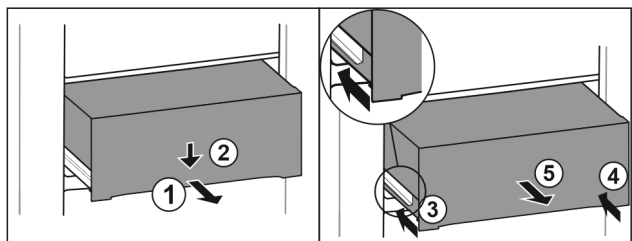

Fig. 104
- Træk skuffen halvt ud. Fig. 104 (1)
- Tryk skuffen ned på forsiden. Fig. 104 (2)
- Skub venstre skinne ca. 2 cm ind. Fig. 104 (3)
- Skub højre skinne ca. 2 cm ind. Fig. 104 (4)
- Tag skuffen ud fremefter. Fig. 104 (5)